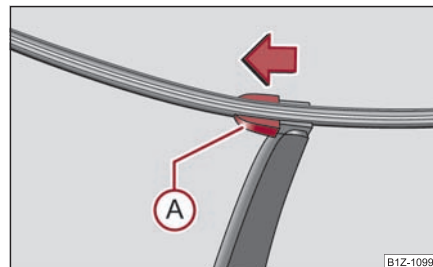

Fig. 70 Escobilla de la luneta posterior
- Separar el brazo de la escobilla del cristal y colocar la escobilla en posición perpendicular al brazo ⇒ fig. 70.
- Con la otra mano, desenclavar el seguro (A) en el sentido de la flecha y sacar la escobilla.